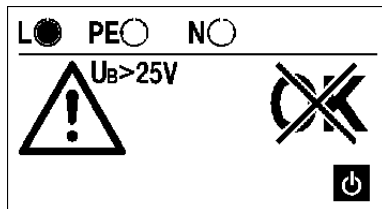

Bild 5.7.1:
- ☞ Falls während der RCD/FI-Prüfung eine Berührungsspannung von größer 25 V gemessen wird, wird die Prüfung sofort abgebrochen und das Prüfgerät zeigt die Symbole '⚠' (14) und 'Berührungsspannung' (15) wie in Bild 5.7.1 an.